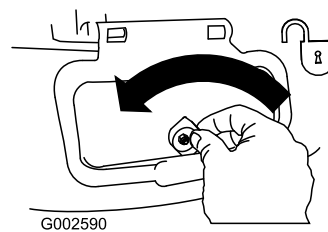

Figure 23
1. Déverrouillez le volet d'éjection latérale (Figure 23).